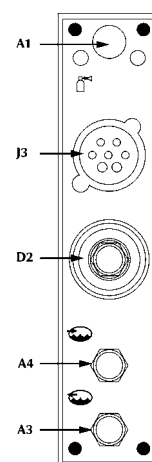

Fig. 20
- Allacciare il fascio cavi alla presa D2 / J3 (fig. 20) e i tubi del liquido di raffreddamento se questo viene utilizzato alle prese A3 / A4.
- Allacciare il tubo gas sull'attacco posteriore (fig. 20) da 1/4 di pollice.